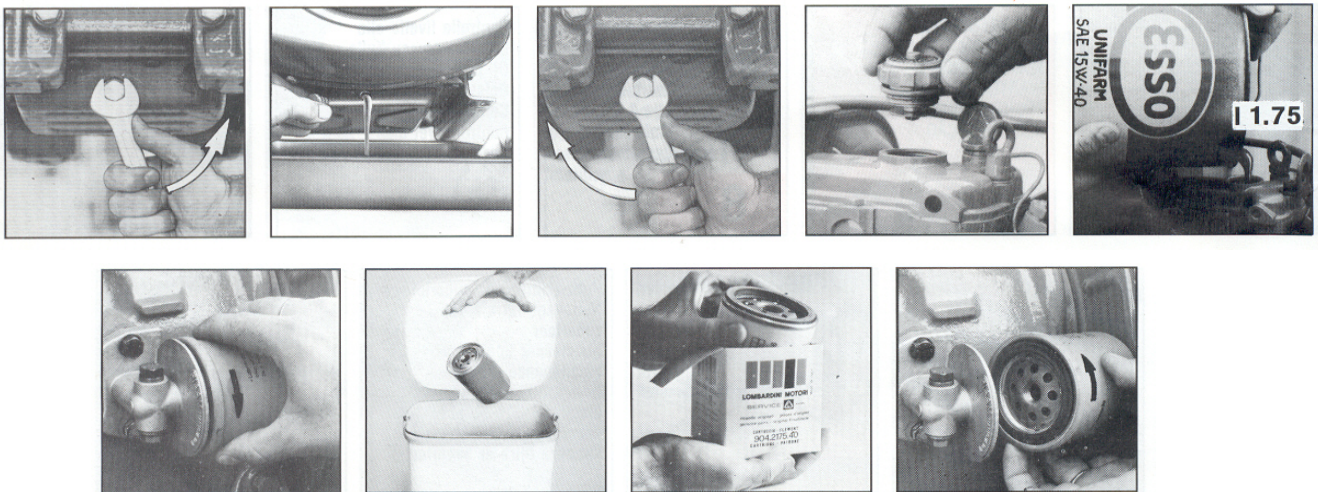

Рис. 28
3. Слить масло, пока двигатель прогретый, залить новое масло и заменить масляный фильтр (рис. 28).